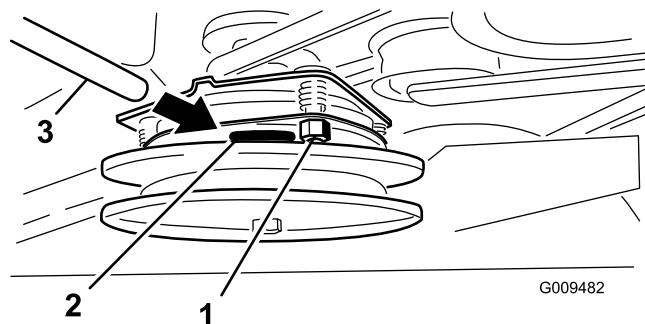

図 61
- 調整が必要な場合には、3箇所それぞれについて 0.381 mm に調整する。すきまゲージがかかるはさまれるがまだ楽に動かせる程度までロックナットを締め付ける (図 61)。